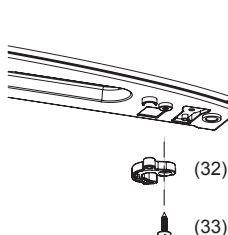

Рис. 10
- Снимите доводчик (32) рис. 10 в нижней части двери морозильного отделения, открутив винты (33) рис. 10 и зафиксируйте его на противоположной стороне;